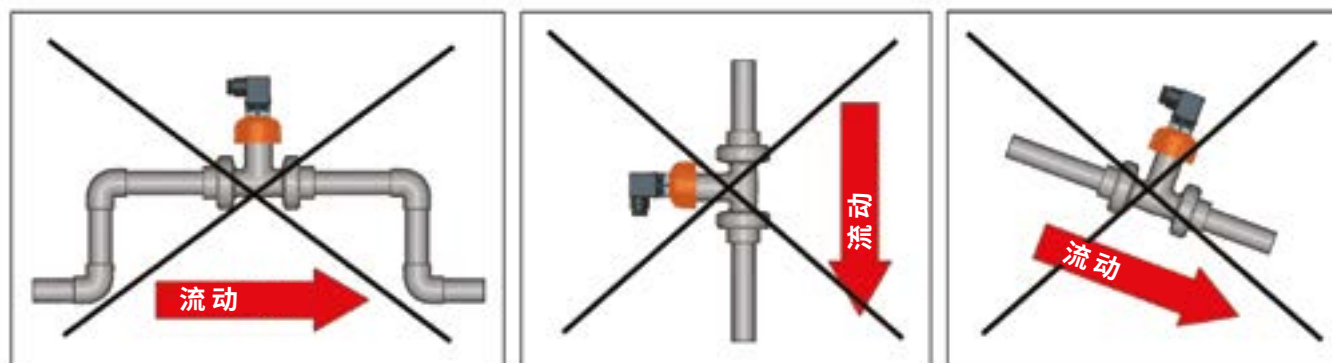

图 3
- 除非绝对确定管道中没有气泡, 否则不能使用图 3 所示的三种安装方式。